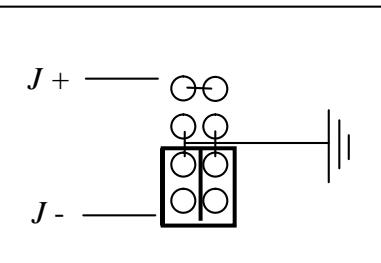

Рис. 7 Заземление минусовой клеммы
- 12.3 На основной плате возле отрицательной выходной шины найдите разъем заземления – см. рис. 7. Заводская установка перемычки – заземление по минусовой клемме источника.